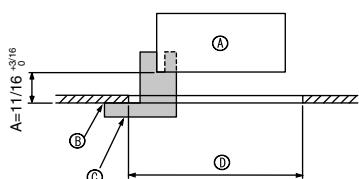

Fig. 5-2
①	Grille	1	950 x 950 (mm), 37-3/8 x 37-3/8 (pouces)
②	Vis avec rondelle captive	4	M5 x 0,8 x 25
③	Jauge	1	(Divisée en quatre parties)
④	Attache	3
⑤	Vis	4	4 x 8
⑥	Vis	1	4 x 12
5.2. Préparation avant d'attacher la grille (Fig. 5-2)
- A l'aide de la jauge ③ fournie avec ce kit, régler et vérifier la position de l'appareil par rapport au plafond. Si l'appareil n'est pas correctement positionné, il y aura des risques de fuites d'air et de la condensation pourrait s'accumuler.